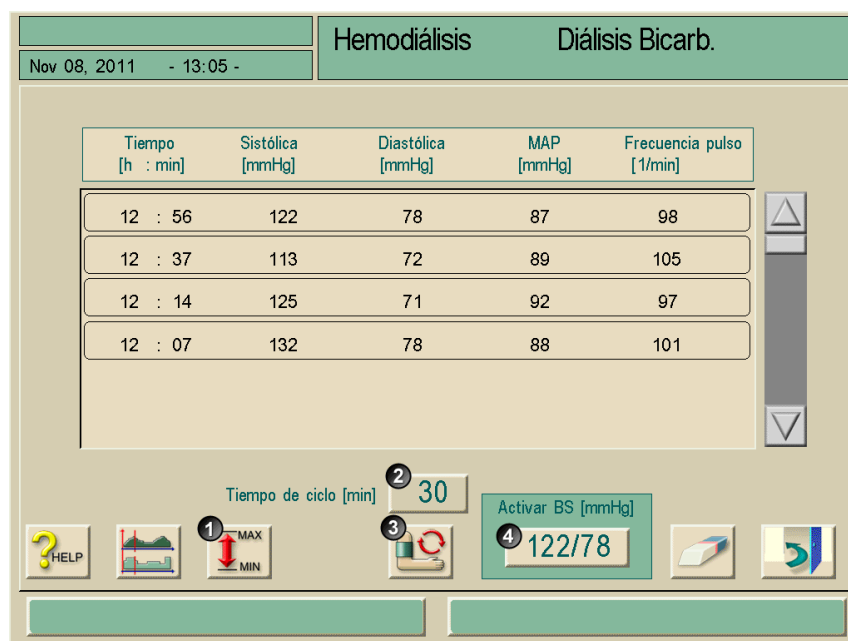

Fig. 10-2 Pantalla "Vista principal de ABPM"
- Pulsar el campo 1 en la pantalla "Tratamiento" (Fig. 10-24) y el campo 4 en la ventana "Menú principal ABPM" (Fig. 10-2).
- Pulsar el icono en la ventana principal de ABPM (Fig. 10-2).